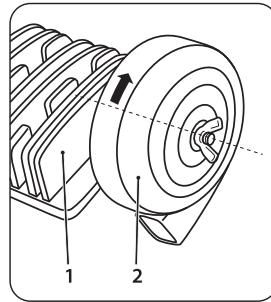
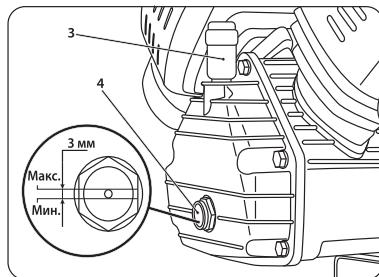

рис. 5
рис. 6
Вверните воздушный фильтр (2) в отверстие головки блока цилиндра (1) (рис. 5).
Открутите пробку картера (1) (рис. 5) и заправьте масло до максимального уровня (до красной отметки) в смотровом окне (2) (рис. 6).
После заправки масла установите сапун (3) (рис. 6).